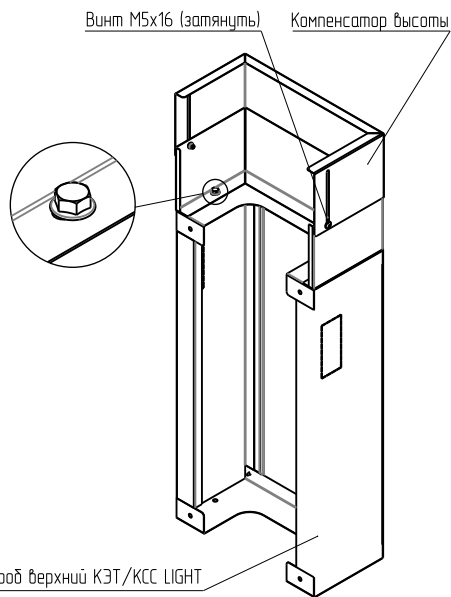

Рисунок 5
4.4.2 Установить компенсатор высоты на короб верхний КЭТ. Закрепить с помощью двух болтов фланцевых М6×14 и четырёх гаек М6 с фланцем (рисунок 5). Болтовое соединение согласно приложению А.
4.4.3 Поднять компенсатор высоты вверх до соприкосновения с поверхностью потолка и затянуть винты М5×16 (рисунок 5).